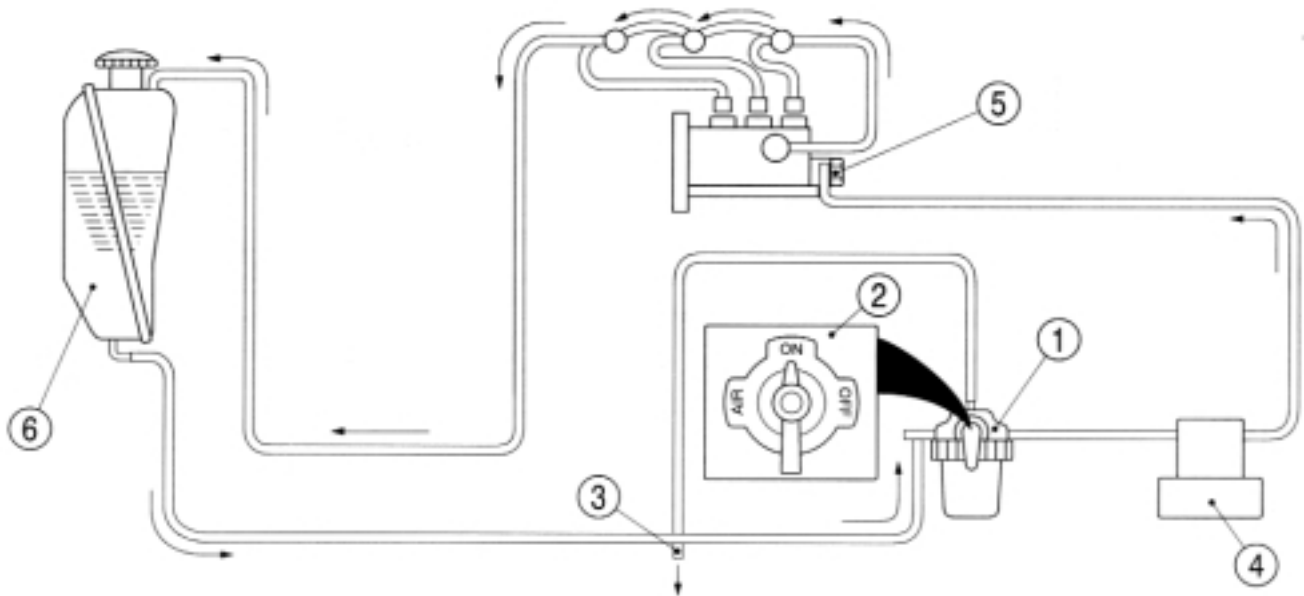

FIG. 114 / ABB. 114 / FIG. 114
Tournez la valve (2) sur le filtre dans la Fig.114 dans la position "AIR" (levier vers l'avant).
Das Ventil (2) am Filter auf die Position AIR (Hebel nach vorn) drehen (Abb. 114).
Draai de kraan (2) van de brandstoffilter in de AIR-stand (hendel naar voren) (Fig.114).